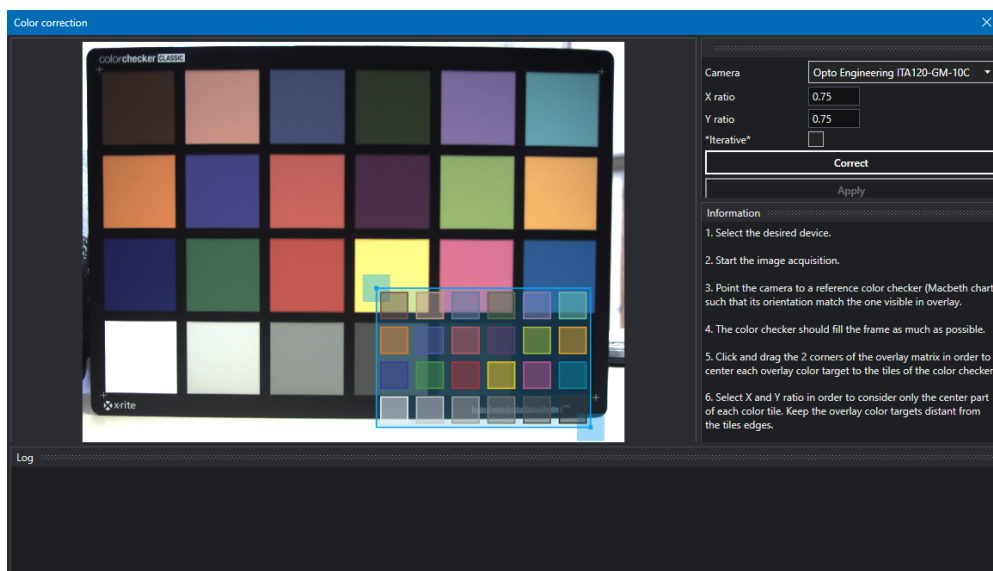

Figure 30: Finestra della correzione guidata del colore.
3. Aprire la Correzione guidata colore (*Wizard > Color correction*) (Fig. 30).